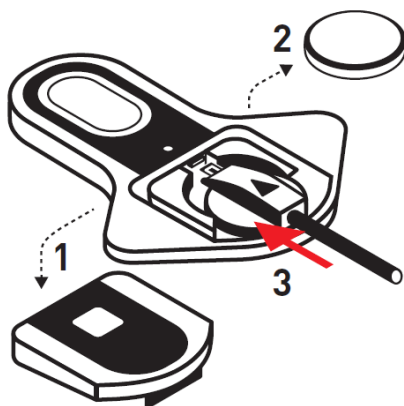

Abbildung 13 - Download-Kabel anschließen
Öffnen Sie die Batteriefachabdeckung des Rekorders (1) und entnehmen Sie die Batterie (2). Verbinden Sie den Gerätestecker des Download-Kabels (Abbildung 13) mit der Buchse des Gerätes (3).